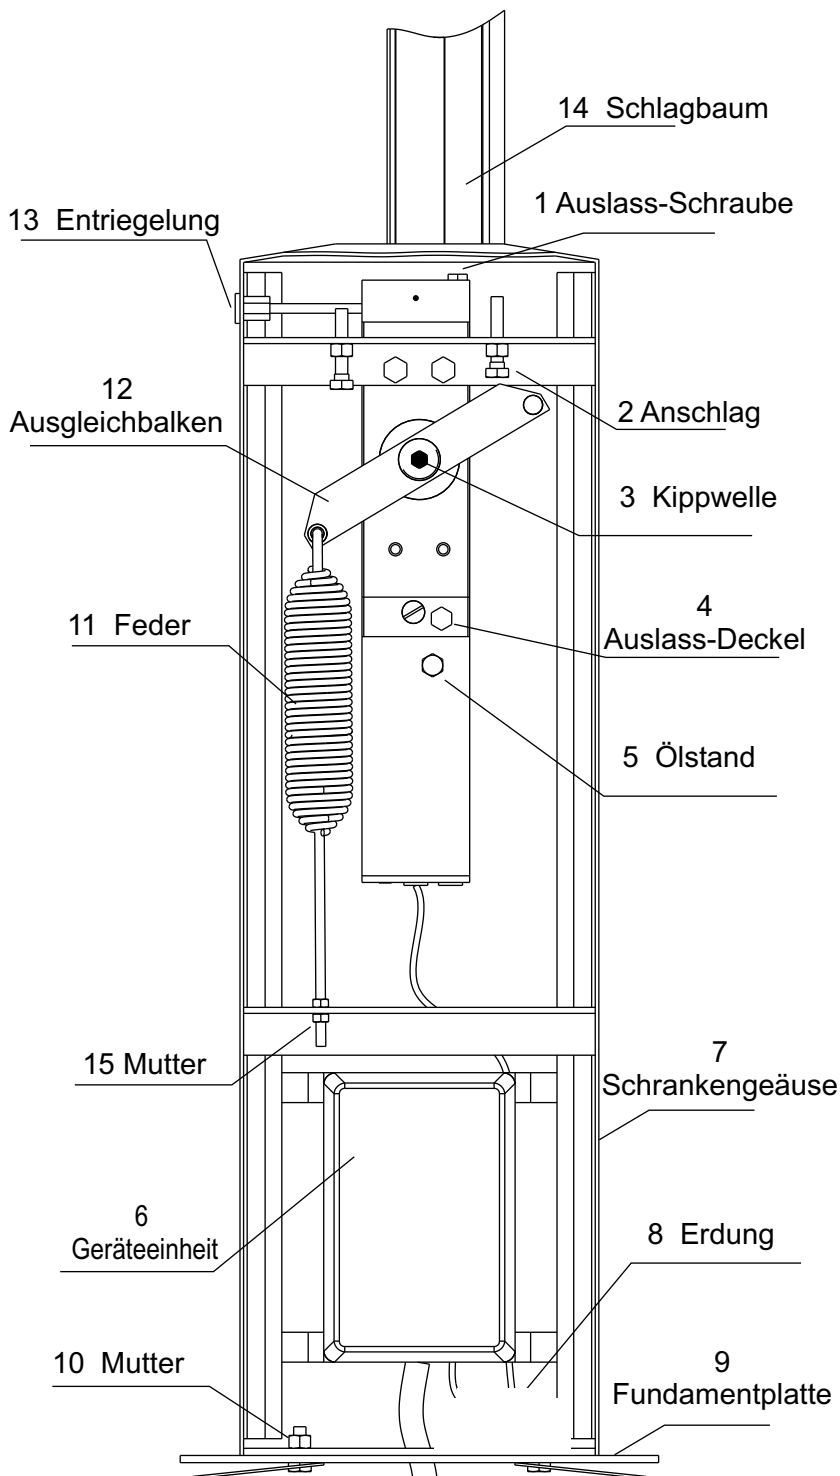

Abb. 1
Wie aus Abb. 1 ersichtlich, besteht das Schrankensystem aus einem Schrankengehäuse, in dem sich der hydraulische Antrieb und das Ausgleich-System für den Schlagbaum befinden.
- Die Schrauben, bezeichnet mit **2** (in Abb.1), der Anschläge (oder der Stopper) ca. zur Hälfte in die entsprechende Vorrichtung anbringen. Diese werden während der Abstimmung des Schlagbaums entsprechend eingestellt.
- Den Schlagbaum an der herausragenden Keilwelle befestigen. Es ist darauf zu achten, dass der Schlagbaum auf der gegenüberliegenden Seite der Ausgleichfeder und des Sicherungshäuses mit Hilfe der mitgelieferten Schraube und Unterlegscheibe angebracht wird. Zur Einstellung des Schlagbaums, die schon eingebauten Schrauben an den Anschlägen (oder den Stoppern) Abb. 1 entsprechend einstellen.
- Die Ausgleichfeder **11** aus Abb. 1 mit dem Ausgleichbalken und der Zugstange verbinden: